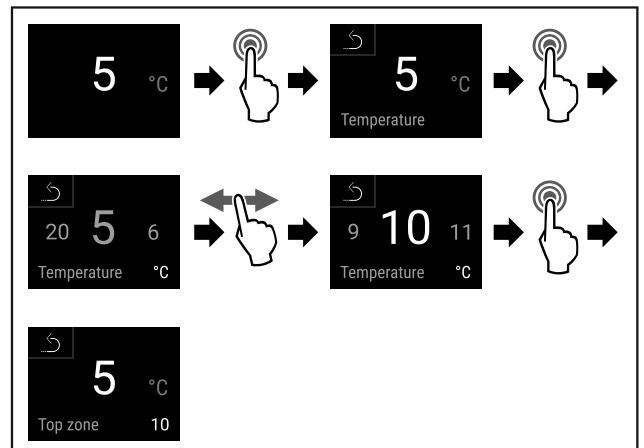

Fig. 67
► Suivre les étapes (voir Fig. 67) .